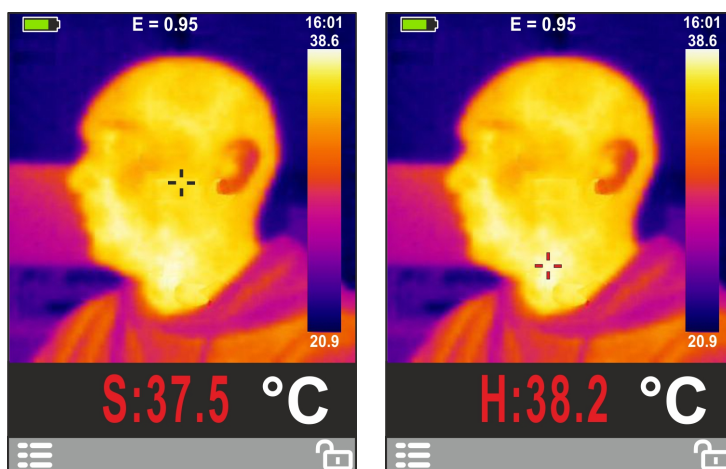

Fig. 18: Visualizzazione condizione di allarme funzione Screening
7. Inquadrare il soggetto in prova ad **una distanza massima di 20cm**. Con temperatura del soggetto superiore al valore di soglia di allarme impostata il valore della temperatura associata al cursore fisso "S" sarà mostrato in colore rosso nella parte bassa del display (vedere Fig. 18 – parte sinistra) e un segnale acustico continuo è emesso dallo strumento
8. Con attivazione del cursore "H" (punto più caldo) lo strumento mostra sempre come priorità il punto con temperatura massima dell'immagine inquadrata. Se questo valore è superiore alla soglia di allarme impostata esso sarà mostrato in colore rosso nella parte bassa del display (vedere Fig. 18 – parte destra) e un segnale acustico continuo è emesso dallo strumento